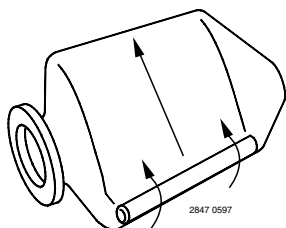

Figure 4 – Enrouler diagonalement vers le col.
- B. Pour que le diaphragme soit enroulé aussi serré que possible, commencer d'un côté, en haut du diaphragme, et l'enrouler SERRÉ diagonalement vers l'autre côté (voir la Figure 4). Pour chasser l'air autant que possible, enrouler le diaphragme vers le col de l'ouverture.